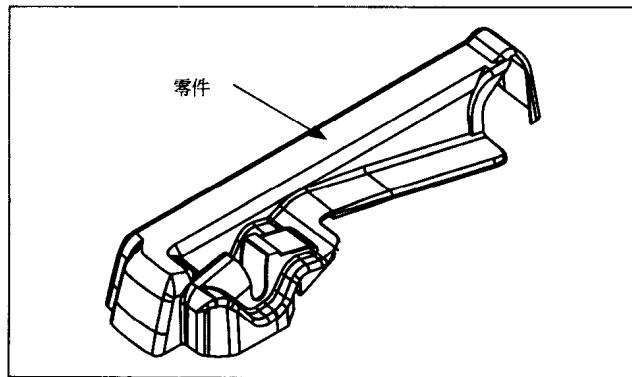

图 1-9 零件几何体
- 2) 毛坯(Blank)几何体：毛坯是欲加工成 3D 模型形状的材料，一般均为大于 3D 模型的矩形体。如上图的 3D 模型，使用的毛坯矩形体如图 1-9 所示。毛坯在仿真切削时是一必须定义的数据项，如没有设定毛坯几何体，则无法执行仿真切削。